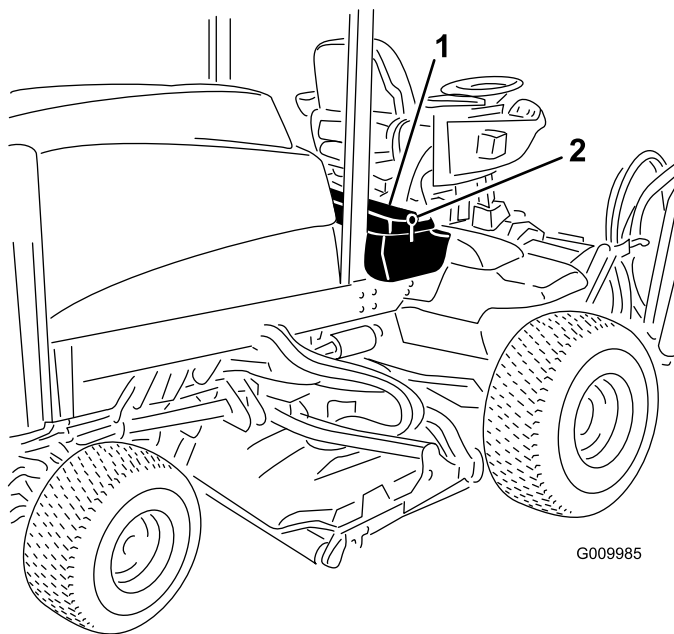
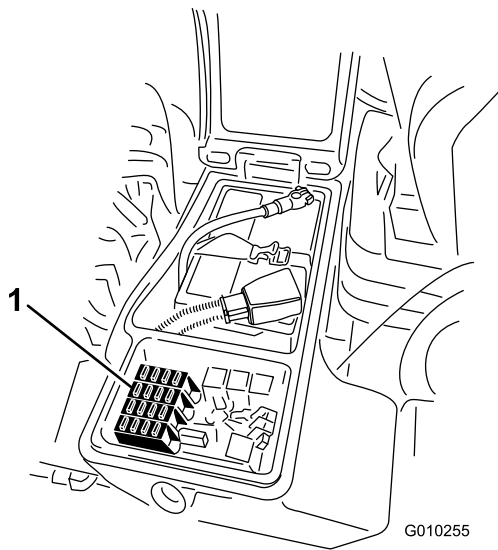

図 78
図 79
1. 右側の物入れのカバーのラッチを外してベルトカバーを外し 図 78、ヒューズブロックを露出させる 図 79。
2. 必要に応じてヒューズを交換する 図 79。
3. 右側の物入れのカバーを閉じてラッチで固定する図 78。